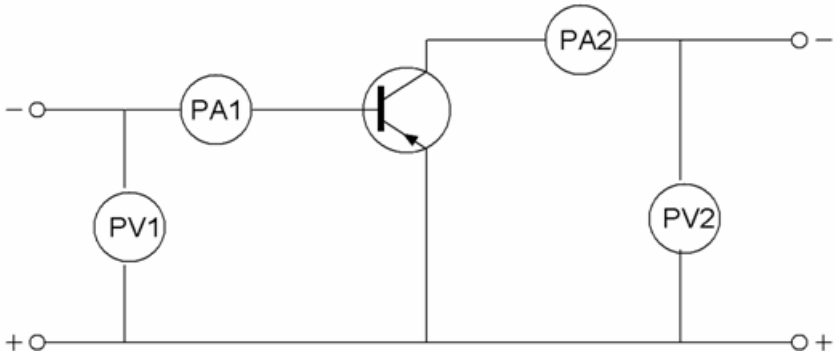

Рисунок 2.2 – Принципова електрична схема для зняття характеристик транзистора
- зібрати схему, рис. 2.2, з живленням від джерела постійного струму, підключити транзистор і необхідні універсальні багатограничні прилади;